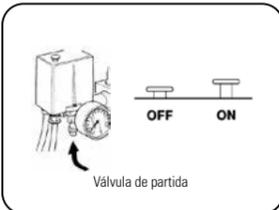

FIGURA 9.1
1. Veja capítulo - Instalação, item 6.3, e acione o compressor através da alavanca/botão de partida **18** (Figura 9.1 - ON).
4. Feche o registro do compressor para encher o reservatório e desligue o compressor através do botão de partida **21** (Figura 9.1 - OFF).
1. Com auxílio de uma braçadeira (adquirido pelo cliente) conecte a mangueira de ar (adquirido pelo cliente) no bico de conector (Capítulo - Instalação, item 4).
2. Ligue o compressor através do botão de partida **18** (Figura 9.1 - ON) e aguarde o enchimento do reservatório cronometrando o tempo de enchimento.
Ao término de cada trabalho, desligue através do botão (Figura 9.1 - OFF) o compressor e remova a água e o ar do reservatório, conforme Capítulo 9 - item 6. Estas instruções baseiam-se em condições normais de operações. Caso o compressor estiver instalado em uma área poluída, aumente e periodicidade das inspeções. Consulte a fábrica ou Posto SAC SCHULZ mais próximo para orientações adicionais para especificar qual o tipo de óleo lubrificante adequado que poderá ser utilizado.